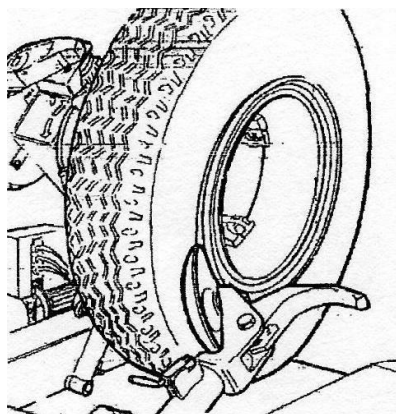

Рисунок 30
- Поместите разъёмное кольцо на обод и затем вставьте стопорное кольцо с помощью диска, как показано на Рисунок 30
- Установите стопорное кольцо на обод с помощью диска, как показано на Рисунок 30.